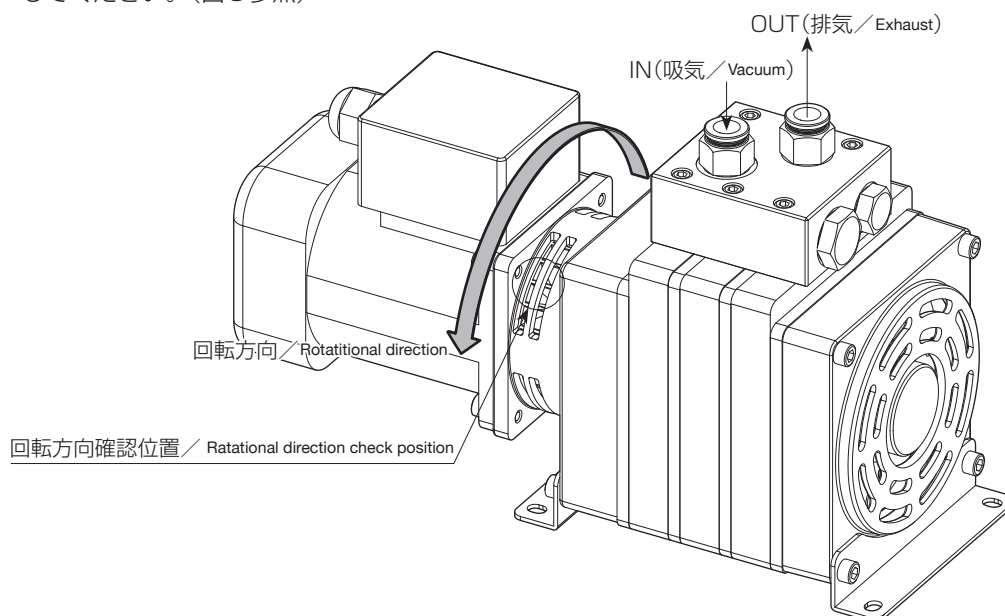

図2：ポンプ回転方向／Figure-2: Direction of Pump Rotation
7. モータの回転方向は、ポンプ側から見て反時計方向になります。(図2参照)